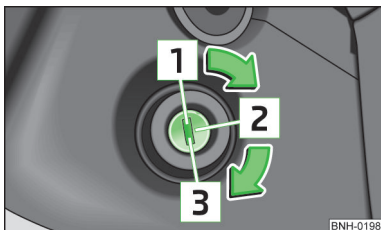

Fig. 89
- În timpul deplasării, la oprirea motorului, cheia trebuie să se găsească întotdeauna în poziția **[2]** » fig. 89 la pagina 95 (contact cuplat). Această poziție este semnalizată prin aprinderea de lămpi de control. Dacă acest lucru nu se întâmplă, mecanismul de direcție se poate bloca neintenționat - Pericol de accident!
- Demarorul poate fi acționat numai când motorul nu este pornit și autovehiculul staționează. Dacă se acționează demarorul când motorul este în funcțiune **[3]** » fig. 89 la pagina 95, se poate deteriora demarorul, respectiv motorul.
Motoare pe benzină » fig. 89
Motoarele diesel » fig. 89
Dacă **mecanismul de direcție este blocat** iar cheia nu se poate roti, sau se rotește cu greu în poziția  » fig. 89, atunci volanul trebuie rotit puțin încolo și înapoi - astfel se deblochează mecanismul de direcție.
- ▶ Cuplați contactul  » fig. 89 la pagina 95.
Oprți motorul prin rotirea cheii de contact în poziția [1] » fig. 89 la pagina 95.